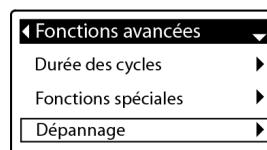

FIG.80
1. Depuis n'importe quel écran d'état séquentiel, appuyez sur SELECT (O) pour afficher le **Menu principal**.
3. Appuyez sur SELECT (O) pour afficher le menu Réglages avancés (Figure 80).